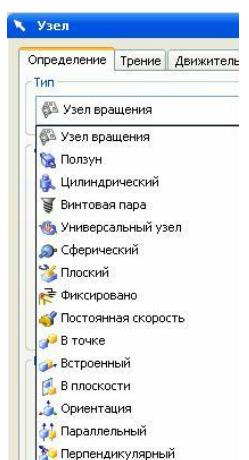

Рис.11
- Какие способы соединения деталей, какие **кинематические пары** присутствуют в системе NX? Все эти кинематические пары перечислены на рис. 11. Но нужно заметить, что самыми употребимыми кинематическими связями являются только первые восемь (включая связь **Фиксировано**).